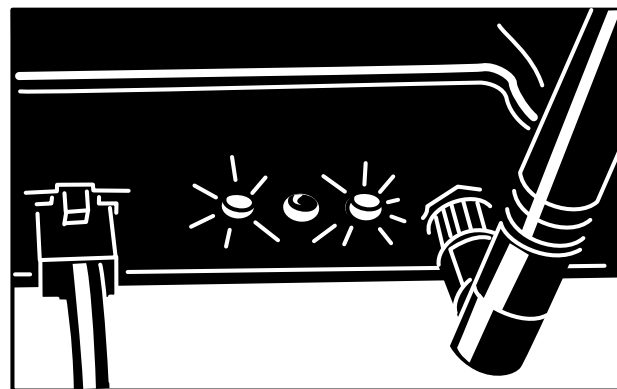

Figure 12
4. Si la station de base se connecte à l'internet, vérifiez qu'elle contacte les serveurs myTurf et établit une connexion (Figure 12).